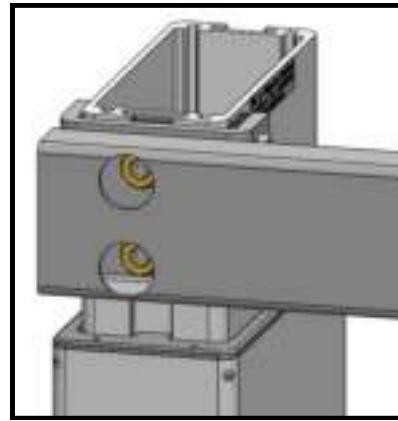

Afbeelding 6
- Positioneer de voeten zoals afgebeeld in afbeelding 6.